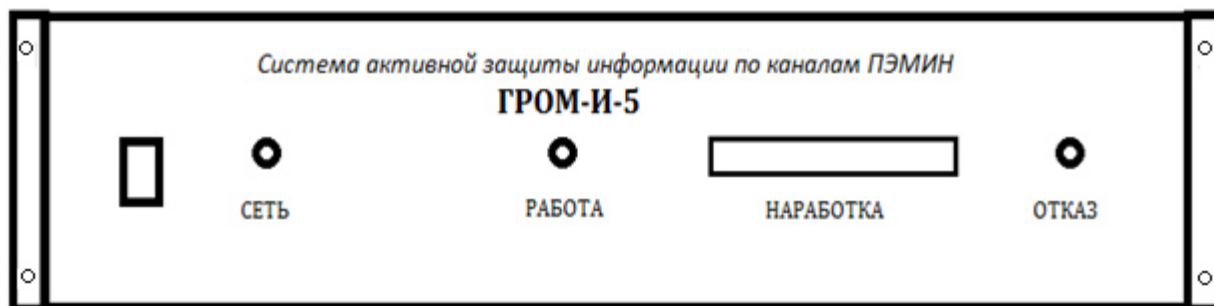

Рисунок 1.1. – Внешний вид передней панели «Гром-И-5» исп.1 и «Гром-И-5» исп.2
1.5. На передней панели корпуса генераторного блока (рисунок 1.1 и 1.2) расположены: